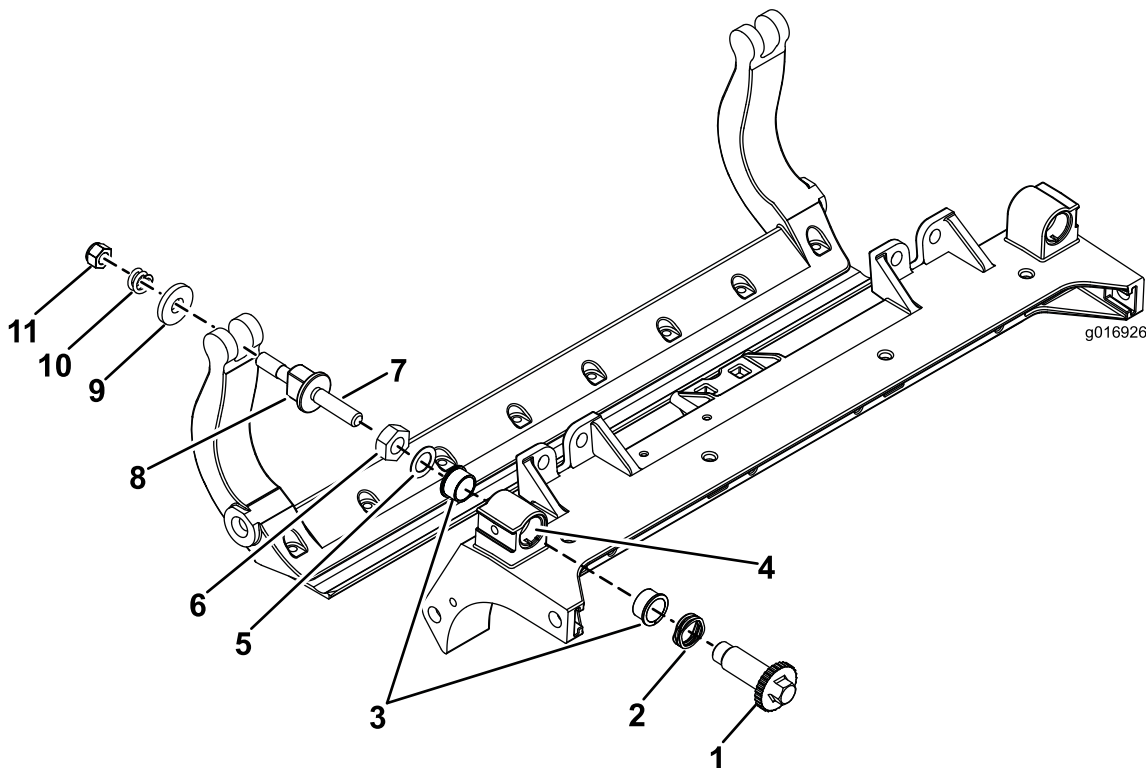

图36
- 1. 拆除所有零件 (请参阅 HD DPA 套件 (型号 120 - 7230) 安装说明和图36)。
- 2. 将防粘剂涂抹到滚刀组承载架的轴套区内侧 (图36)。
- 3. 将凸缘轴套上的键与机架的槽对准, 然后安装轴套 (图36)。
- 4. 将一个波形垫圈安装到调节器轴上, 然后将调节器轴滑入滚刀组机架中的凸缘轴套内 (图36)。
- 5. 用扁平垫圈和锁紧螺母固定调节器轴 (图36)。上紧锁紧螺母扭矩至 20~27N·m。
- 注意:** 将尼龙垫圈放在侧板凸起的两侧。在两个尼龙垫圈的外侧各放一个钢垫圈 (图36)。上紧底刀架螺栓扭矩至 37~45N·m。拧紧锁紧螺母, 直至外部钢垫圈停止旋转且两侧不再松动, 但不要拧得过紧或导致侧板变形。内侧的垫圈可能有空隙。
- 11. 旋紧每个底刀架调节器组件上的螺母, 直到加压弹簧完全压紧, 然后往回松开 1/2 圈 (图36)。